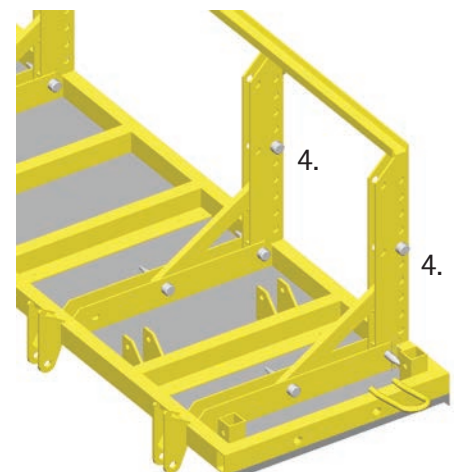

Abb.15
4. Die Gripbolzen, die für diese Verbindungen erforderlich sind, befinden sich in den Lochleisten der Flügel (Abb. 15).